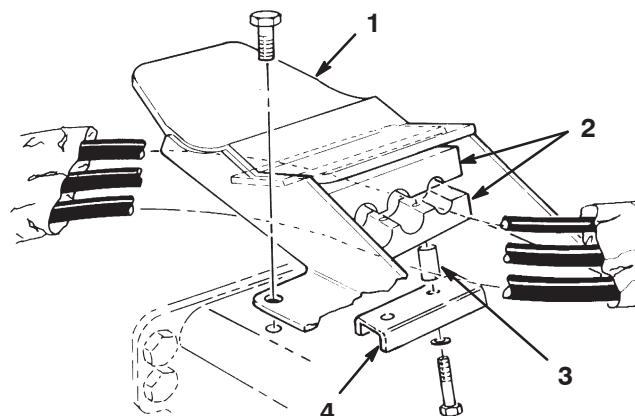

Figure 7
1. Fixez légèrement les flexibles hydrauliques sur le dessous de chaque support de basculement au moyen de colliers, entretoises, plaque de serrage, rondelles-freins et vis, comme illustré à la Figure 7.
- Serrez les fixations des supports de basculement sur les plateaux de coupe N° 4 et 5 (Fig. 7).